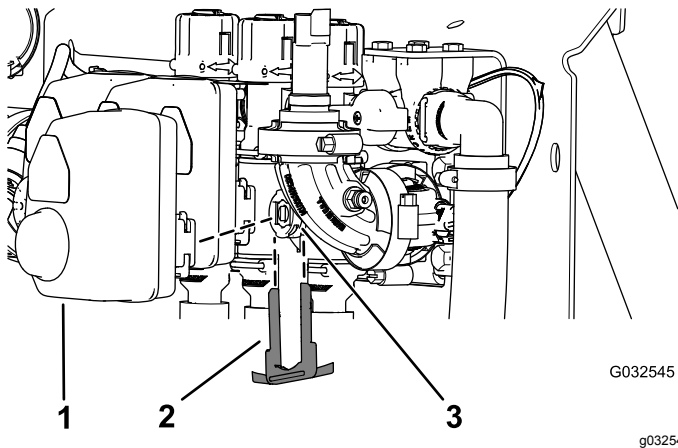

Bild 99
2. Entfernen Sie den Halter, mit dem der Aktuator am Verteilerventil für das Abschnittventil oder das Rührwerkventil befestigt ist (Bild 99).